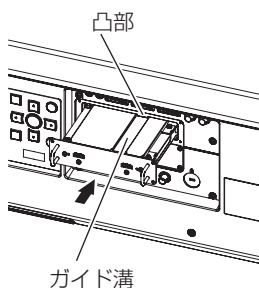

図 2
2) インターフェースボードをディスプレイに取り付ける (図 2)